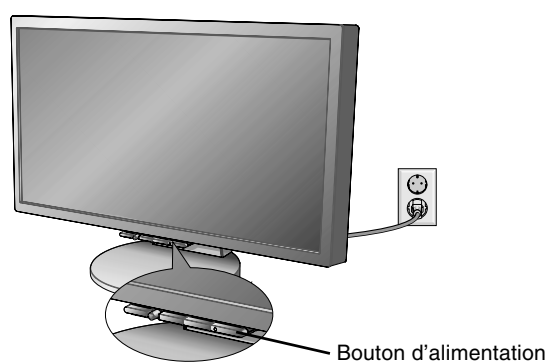

Figure E.1
14. Connectez le cordon d'alimentation à la prise de courant (**Figure E.1**).
15. Allumez le moniteur avec le bouton d'alimentation situé à l'avant ainsi que l'ordinateur (**Figure E.1**).